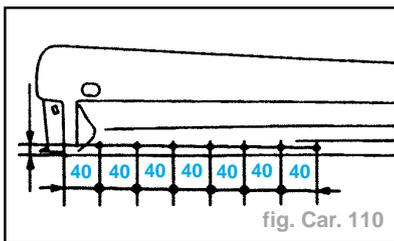

fig. Car. 110
- Tracer puis percer à Ø **6,5 mm** pour soudage ultérieur par points bouchons (fig. Car. 110).